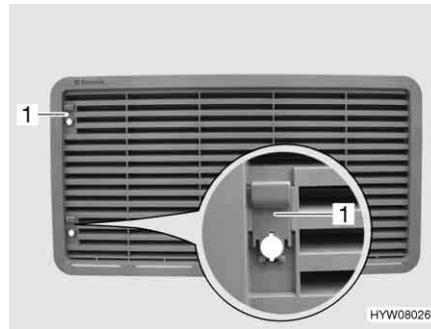

Fig. 146 Griglia di aerazione del frigorifero (con cursore)
- Spingere il cursore (Fig. 146,1) verso l'alto.